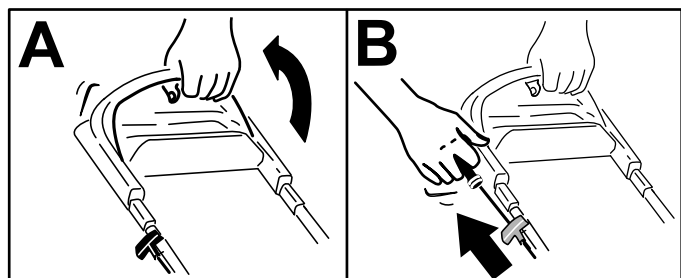

Figura 14
1. Tenete la barra di comando delle lame contro la maniglia (A di Figura 14).
2. Tirate delicatamente la maniglia dell'avviatore autoavvolgente fino a quando non avvertite resistenza, poi tiratela in modo secco e lasciate che ritorni nel guidacavo sulla maniglia lentamente (B di Figura 14).